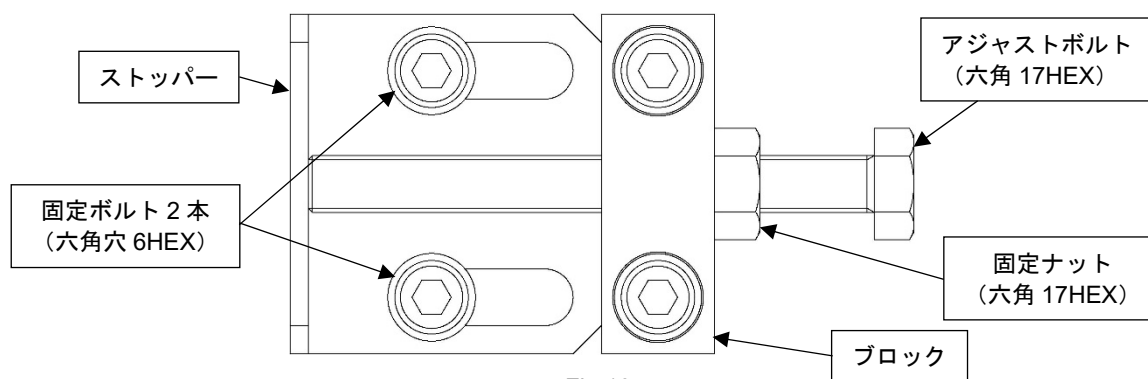

Fig.10
- 5) <ドラムストッパーの調整が未実施の場合>ドラムストッパーの固定ボルトおよびアジャストボルト（スパナ17使用）を緩め、ストッパーをブロックに当たるまで引っ込めてください。なお、固定ボルトおよびアジャストボルトは緩めたままにしてください。（Fig.10）